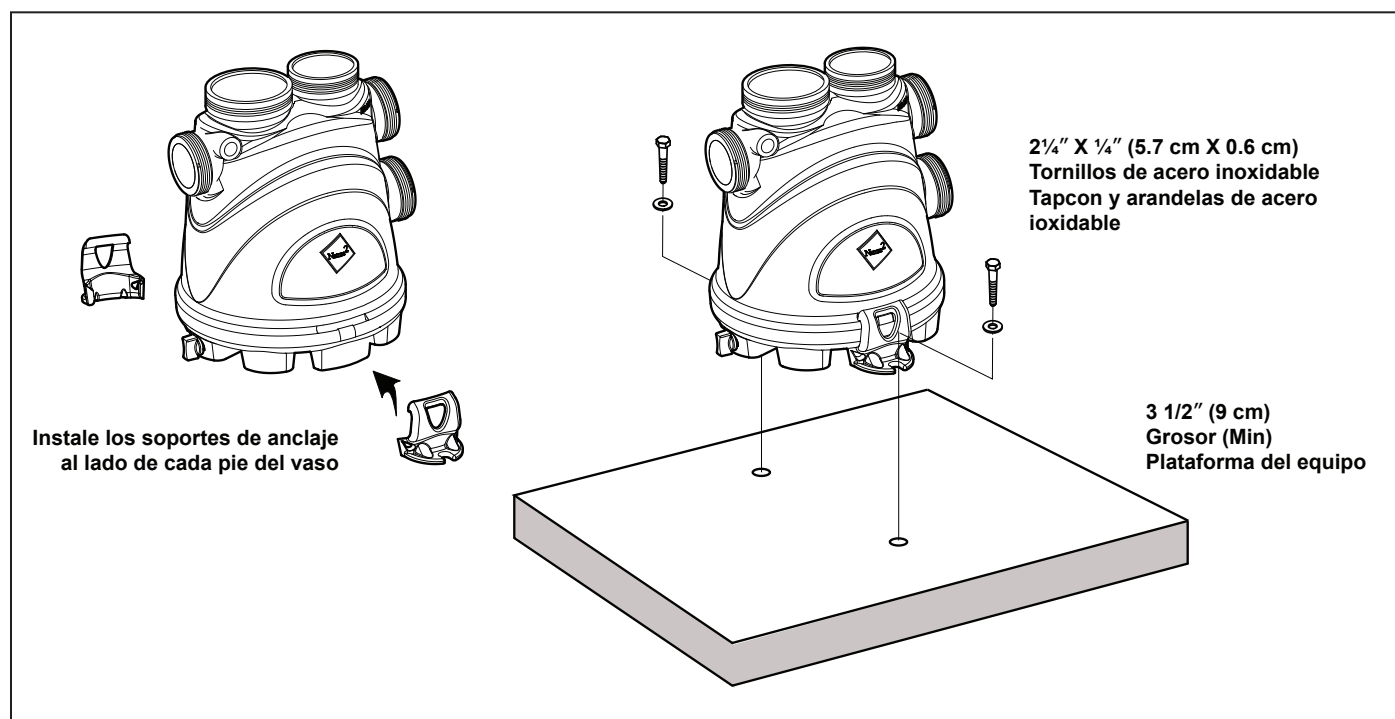

Figura 2. Instalación de los soportes de anclas
1. Manualmente coloque los dos (2) soportes de anclas a los pies del costado del vaso, como se muestra en la Figura 2. Asegúrese de que estos soportes de anclas estén firmemente colocados a los pies de la vaso.
3. Perfore un agujero de 5/32" (0,5 cm) en la plataforma en cada uno de las dos (2) anclas. El tamaño correcto de broca de concreto debe ser obtenido cuando se compran los tornillos de concreto.
4. Instale los tornillos Tapcon y arandelas en cada uno de los dos (2) agujeros para asegurar el vaso a la plataforma de los equipos. No se exceda en apretar los tornillos.